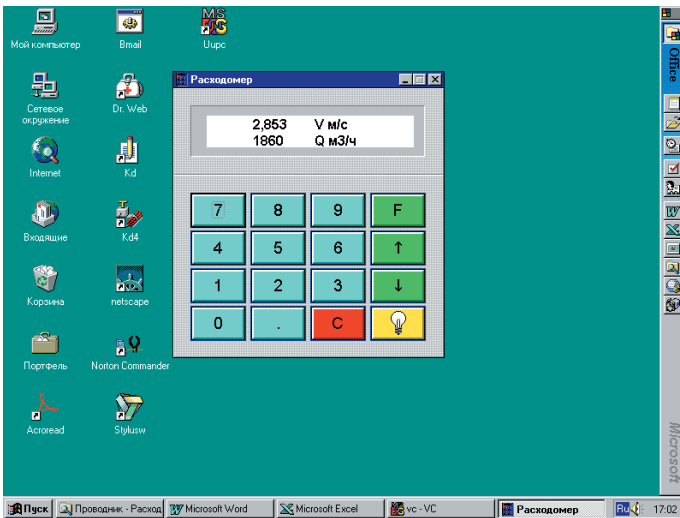

Рис. 6. Программный пульт удаленного контроля
- пульт удаленного контроля (рис. 6), который позволяет пользователю работать с прибором так, как если бы он стоял перед ним на столе;